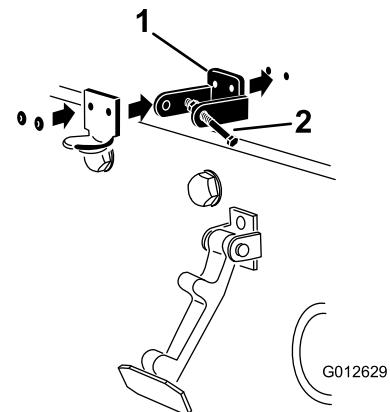

Bild 8
4. Fluchten Sie die Befestigungslöcher aus und positionieren Sie gleichzeitig die Halterung des CE-Riegels und des Motorhaubenriegels auf der Motorhaube (Bild 8).
6. Nieten Sie die Halterungen und Scheiben an die Haube (Bild 8).